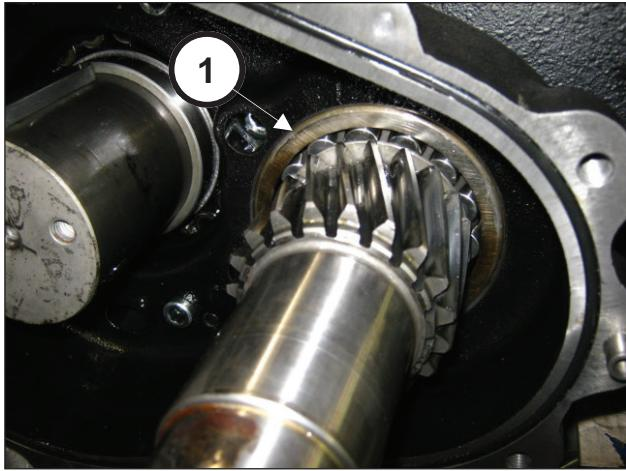

Fig. 65
Introducir el cojinete a fondo (pos. ①, Fig. 65).